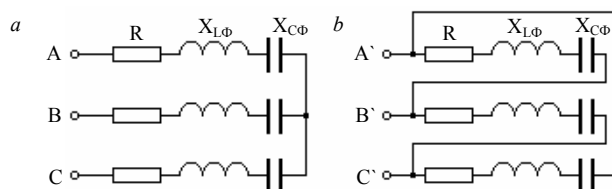

Рис. 10.1
*Определить:* фазные и линейные токи, мощности  $P$ ,  $Q$ ,  $S$  всей нагрузки. Построить топографическую диаграмму. Задачу решить для случаев, когда приемники энергии соединены звездой (рис. 10.1, а), а затем треугольником (рис. 10.1, б). Сравнить полученные результаты.